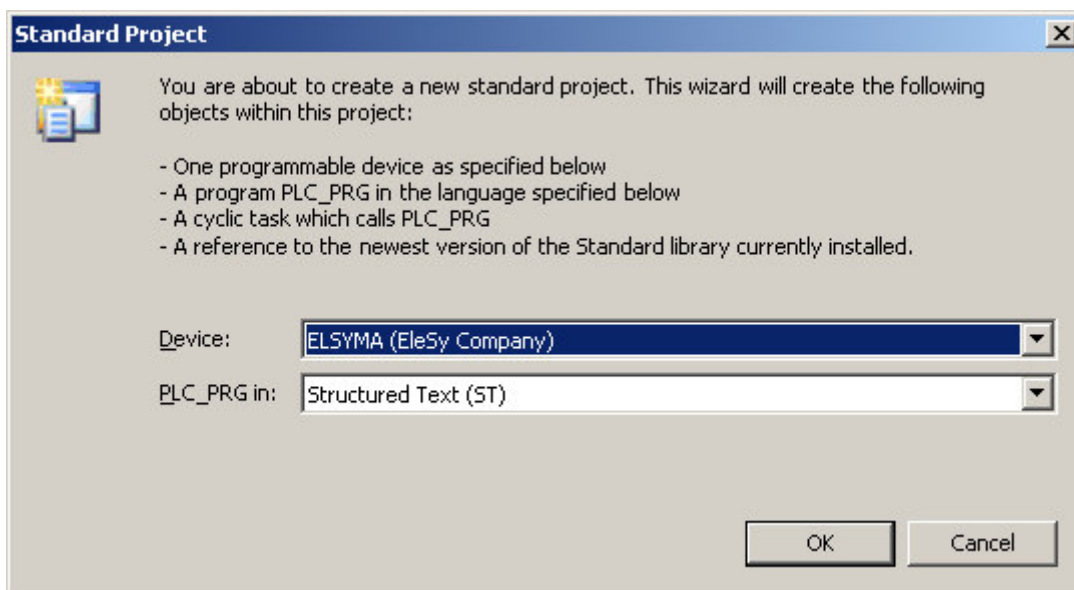

Рисунок 2.16 – Система разработки *CoDeSys*. Настройка стандартного шаблона проекта
5 В окне "**Стандартный проект**" в списке **Устройство:** выбрать контроллер *ELSYMA (EleSy Company)*, в списке **PLC_PRG на:** – язык реализации основного программного компонента *Структурированный текст (ST)* (рисунок 2.16).